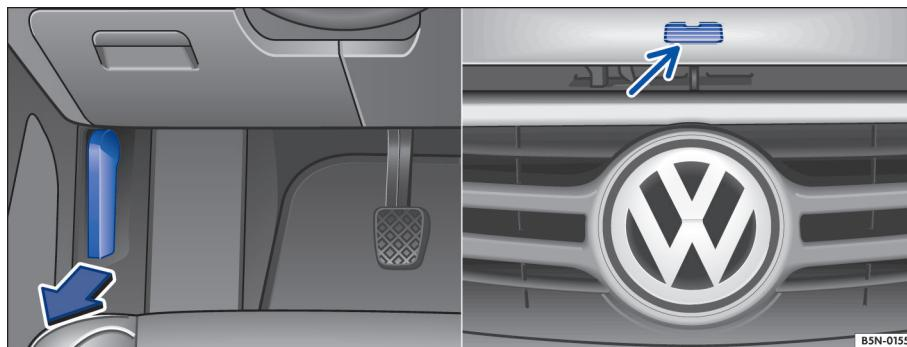

图 167 驾驶员侧脚部空间和散热器格栅局部视图：解锁并打开发动机舱盖
- 沿图示箭头方向拉动开启手柄→图 167，舱盖在弹簧机构的作用下弹开稍许。
- 沿箭头上提开启拉手，抬起发动机舱盖并将其打开。→图 167→